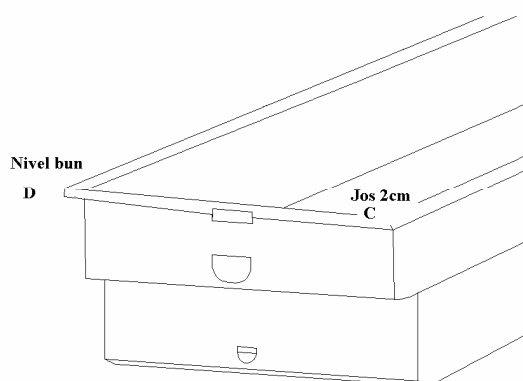

Fig. 18
1) **Defect:** nivel greșit în două colțuri diagonal opuse din cauza unei proaste aderențe a fundului obținându-se o iregularitate a piscinei = un colț mai înalt și altul mai jos (fig. 18 și 19)